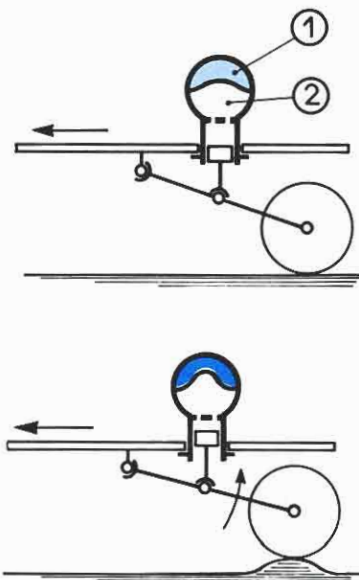

Fig. 11.1. Principe de la suspension hydropneumatique.
- par le montage de **masses de gaz** (blocs pneumatiques) (fig. 11.1).
- plus le volume du gaz est réduit, plus sa pression augmente (fig. 11.1);